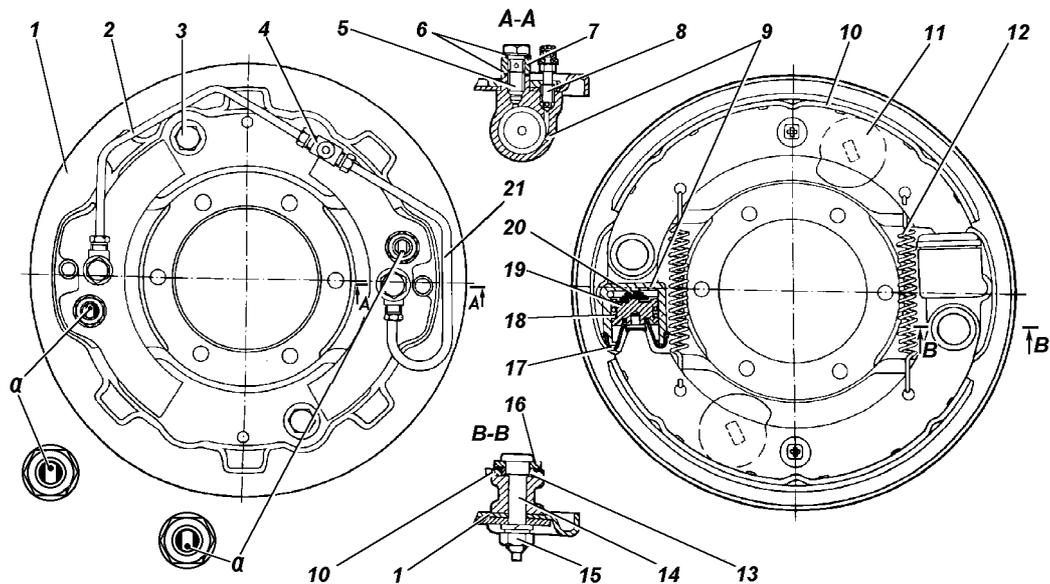
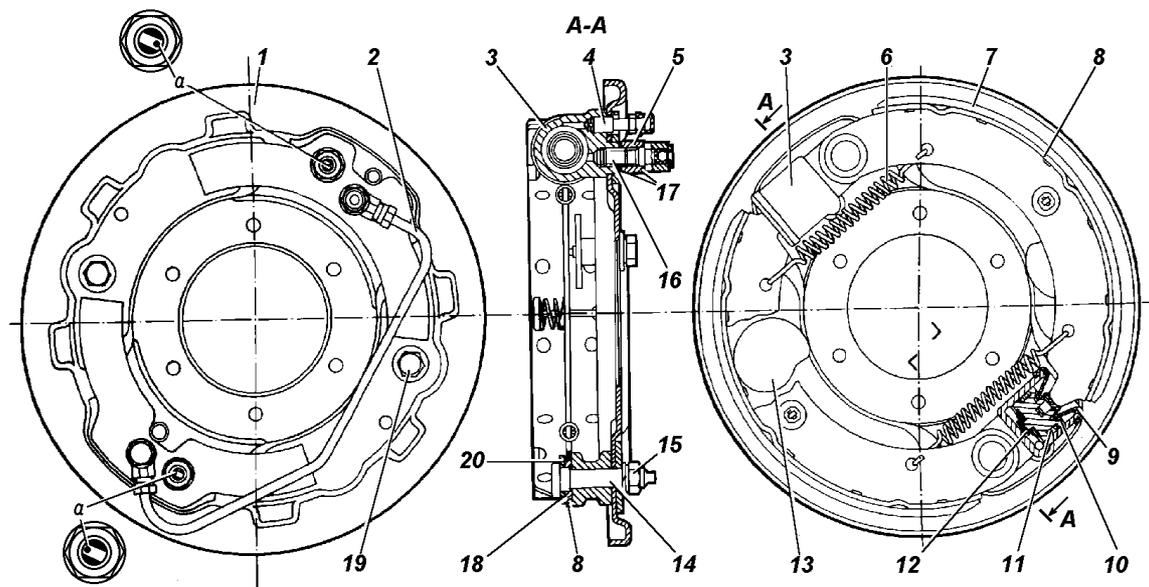

Рис. 7.8. Тормоз переднего колеса автомобиля УАЗ-3151:
Рис. 7.9. Тормоз переднего колеса автомобилей УАЗ-31512, УАЗ-31514, УАЗ-31519:
**Тормоз переднего колеса** автомобиля УАЗ-3151 показан на рис. 7.8, а автомобилями УАЗ-31512, УАЗ-31514, УАЗ-31519 - на рис. 7.9. Передние тормоза этих автомобилей отличаются щитами, имеющими разные выштамповки, комплектацией цилиндрами и соединительными трубками цилиндров, а также рабочим положением цилиндров.
На щите 1, 1 (рис. 7.8, 7.9) с помощью опорных пальцев 14 и 14 и гаек 15 и 15 закреплены два колесных цилиндра 9 и 3. На опорных пальцах выполнены эксцентрики, на которые установлены латунные опорные втулки колодок.
При правильной установке колодок с изношенными накладками и тормозным барабаном метки на опорных пальцах (керны на наружных торцах) должны быть расположены, как показано на рис. 7.8 и 7.9, или с отклонениями от этого положения в ту или другую сторону до 50°.
Подвижные концы тормозных колодок входят в пазы наконечников поршней 19 и 10 колесных цилиндров 9 и 3. Колодки внутренней поверхностью своих ободьев опираются на регулировочные эксцентрики 11 и 13, подвижно установленные на тормозном щите. От произвольного проворачивания эксцентрики удерживаются сильными пружинами. Колодки прижимаются к эксцентрикам стальными пружинами 12 и 16. Шестигранные головки болтов 3 и 19 регулировочных эксцентриков выведены на наружную сторону тормозного щита. При помощи эксцентриков устанавливается необходимый зазор между колодками и барабаном. От бокового смещения колодки удерживаются выштамповками в щите и пружинами, установленными в средней части колодок (рис. 7.8 и 7.9).